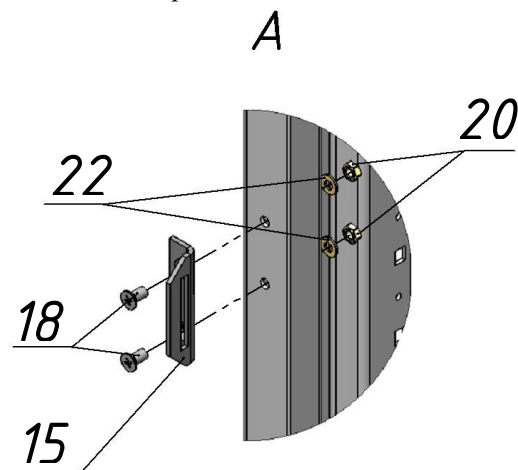

Рисунок 3. Установка зацепа
б) Установите зацепы (15) на замковые стойки (3) основания как показано на **рис.3**, и закрепите с помощью винтов (18) (головками наружу) с шайбами (22) и гайками (20).